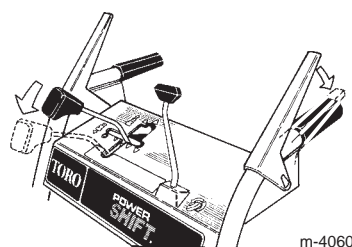

Figure 22
2. Déplacez la commande de changement de vitesse à fond vers l'avant à la position Power Shift et maintenez-la à cette position (Fig. 22).
3. Engagez complètement le levier de commande de traction pour placer les roues dans l'autre position (Fig. 22 et 23).